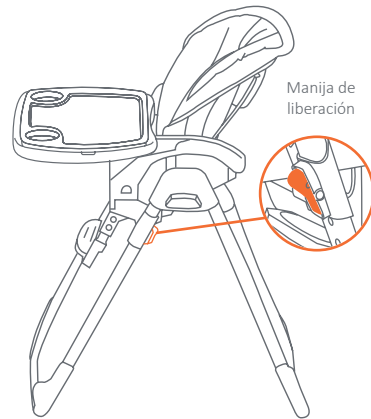
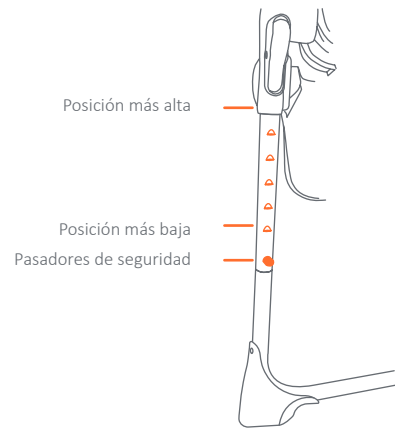

Fig. 13a
Fig. 13b
- 13) • Apriete izquierda y derecha las Manijas de liberación simultáneamente y empuje el tubo por los Ajustador Altura del soporte (Fig. 13a) y coloque en la posición que desee (Fig. 13b).